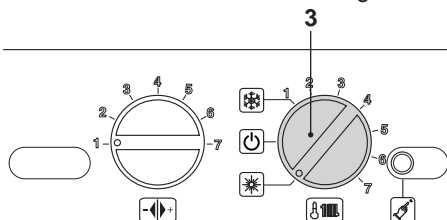

Figura 2.5
- Ruotate il selettore 3 come in Figura 2.5.